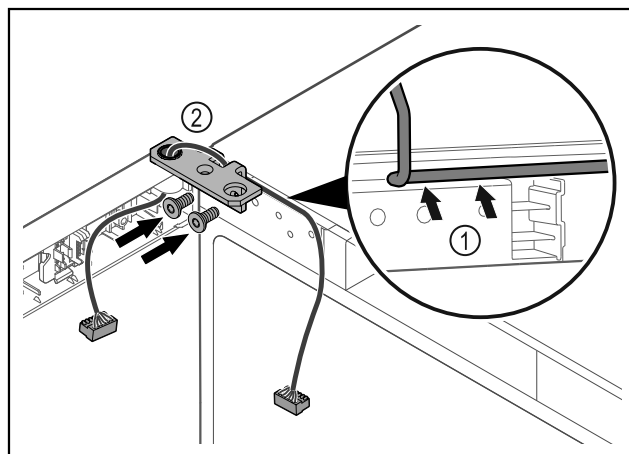

Fig. 43
- ▶ Ved'te kabel skrz vybrání úhelníku závěsu a opatrně jej položte Fig. 43 (1).
- ▶ Našroubujte úhelník závěsu Fig. 43 (2).